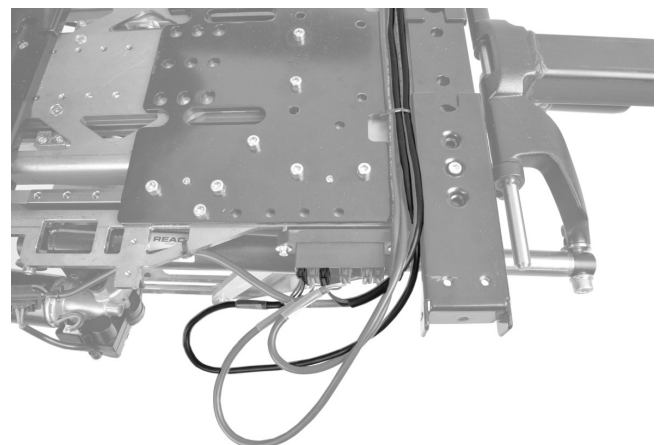

Abbildung 150. Verkabelung der AP Sitzhöhenverstellung wieder an den Kontaktblock am Sitzrahmen anschließen.
5. Verkabelung der AP Sitzhöhenverstellung an den Kontaktblock am Sitzrahmen anschließen. Siehe Abbildung. 150. Kabel an den Leitungshaltern befestigen.